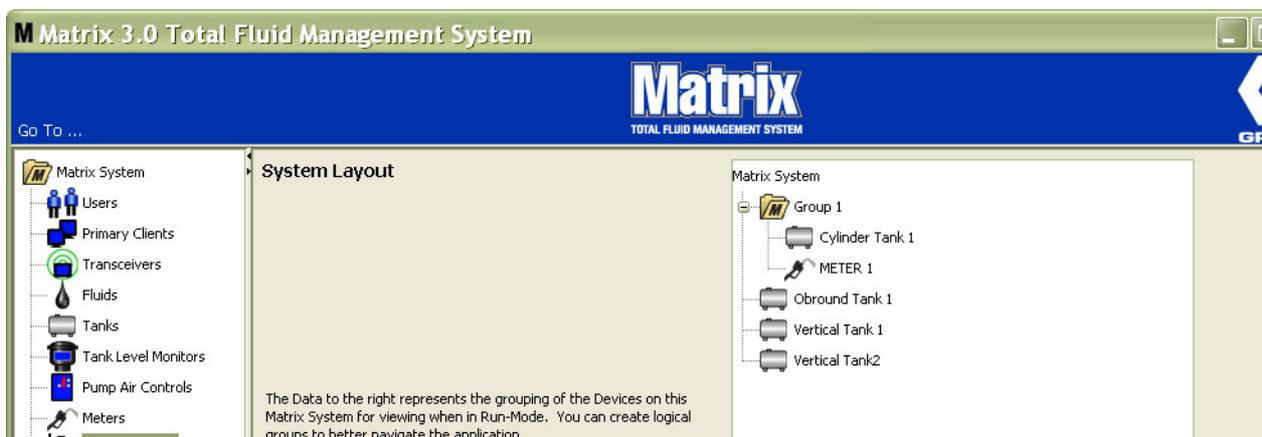

FIG. 132
12. Una volta terminato di creare o modificare le cartelle dei gruppi, fare clic su OK per chiudere la schermata e salvare le modifiche. I gruppi che sono stati creati sono visualizzati nella colonna del sistema Matrix (FIG. 132).